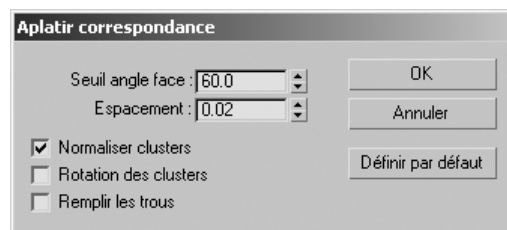

Fig.9.115
- 9 Dans la boîte de dialogue qui apparaît, entrez la valeur 60 dans le champ **Seuil angle face** et désélectionnez **Rotation des clusters** et **Remplir les trous** (fig.9.115). Cliquez sur **OK** pour terminer.